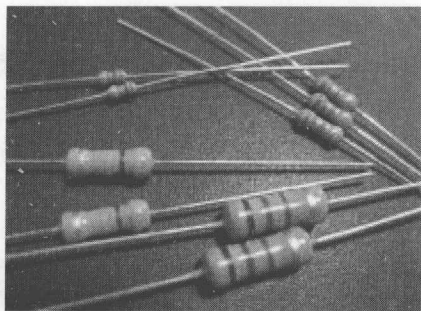

图 1.2 碳膜电阻器
① 碳膜电阻器是将结晶碳沉积在陶瓷棒骨架上制成。碳膜电阻器成本低、性能稳定、阻值范围宽、温度系数和电压系数低。观察工业电路板上的插件电阻器，碳膜电阻器的本体颜色多呈黄色、棕色，早期的工业电路板及一些低成本电路板上多有采用。如图 1.2 所示。